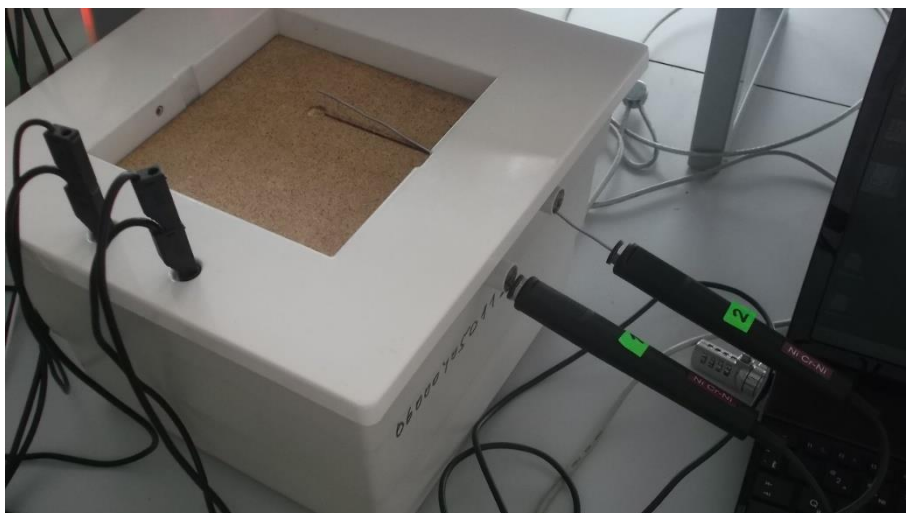

Рисунок 5. Расположение верхней (второй) термопары в специальной выемке исследуемой пластины.
- д) Сверху образца, в специальную выемку установите термопару **2** (см. рис. 5). Таким образом термодатчики установлены так, что первая термопара измеряет температуру нижней поверхности образца, а вторая термопара измеряет температуру верхней поверхности.